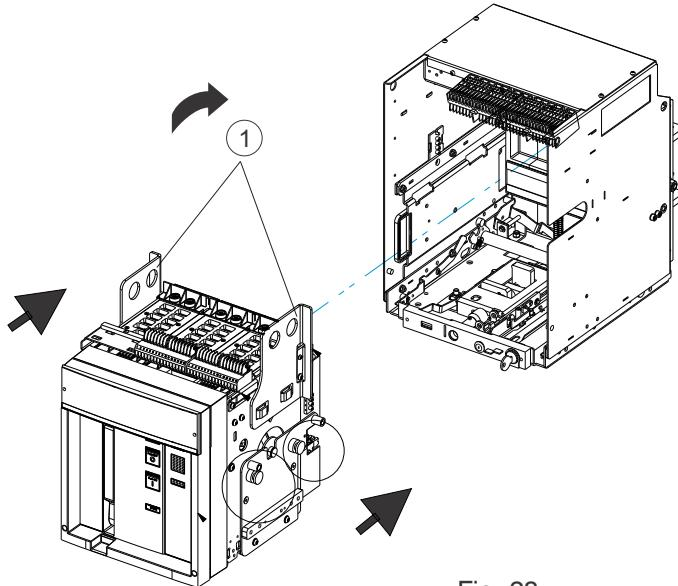

Fig. 28
Sollevare la parte mobile e inserirla nelle guide della parte fissa inclinandola come indicato in fig. 28 & 29.
Il kit di retrofitting direct replacement (fig. 28) è corredato di apposite piastre (1) per il sollevamento.
Lift the moving part and fit it into the guides of the fixed part, tilting it as shown in fig. 28 & 29.
The Direct Replacement retrofitting kit (fig. 28) has supports (1) allowing it to be lifted.
Den beweglichen Teil und in die Führungen des festen Teils einschieben, indem er wie in Abb. 28&29 gezeigt geneigt wird. Die Leistungsschalter sind vorzugsweise mit einem besonderen Gabelstapler zu heben. Die Verwendung von Seilen ist ebenfalls zulässig. Soulever la partie mobile et
Der Nachrüstsatz «direct replacement» (Abb. 28) verfügt über geeignete Schultern (1) zum Heben.
l'introduire dans les glissières de la partie fixe, en l'inclinant comme indiqué dans la figure 28,29. Les disjoncteurs doivent être soulevés de préférence avec un chariot élévateur adéquat. L'emploi d'élingues-câbles est toutefois autorisé.
Le kit de mise à niveau «retrofitting direct replacement» (fig. 28) est doté d'épaules spéciales (1) de levage.
Elevar la parte móvil e inserirla en las guías de la parte fija, inclinándola como se indica en la fig.28, 29. Efectuar la elevación de los interruptores en lo posible con una carretilla elevadora idónea. Está permitido de todos modos el uso de cuerdas.
El kit de retrofitting direct replacement (fig. 28) está provisto de específicos apoyos (1) para la elevación.